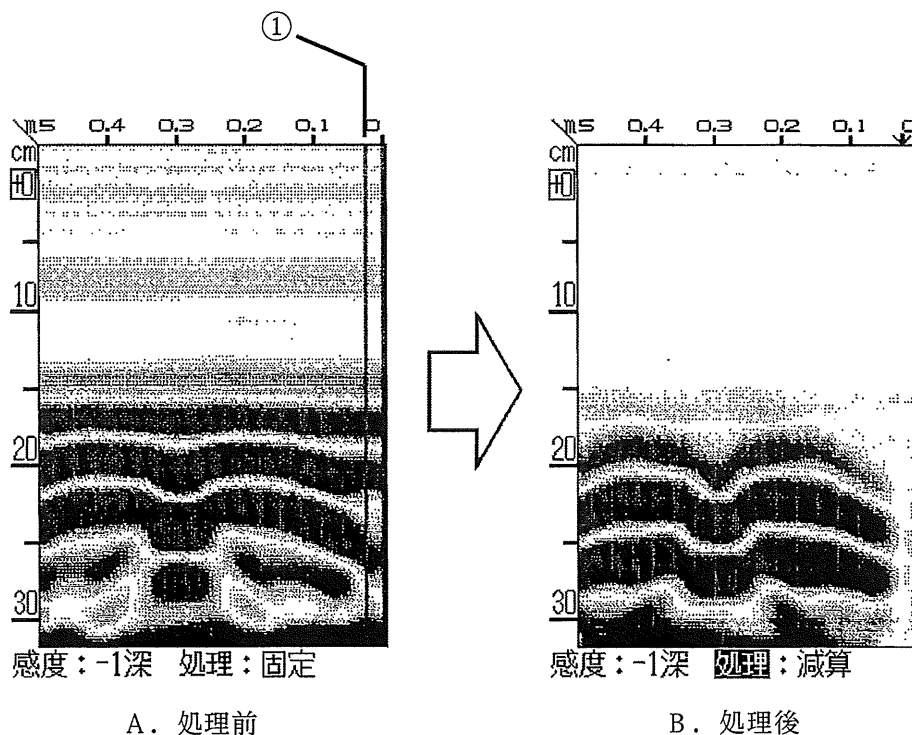

図3-19 減算処理
減算処理は、測定終了後の画面で、図3-19のAのように高深度領域の横縞状の反射波を取り除くために使用します。
- c) カーソルキー◀▶により無筋の所(図3-19のAの①)にカーソルを移動させ、反射波を選択します。
このときカーソルのあった位置に“↓”が表示されます。(図3-19のB参照)